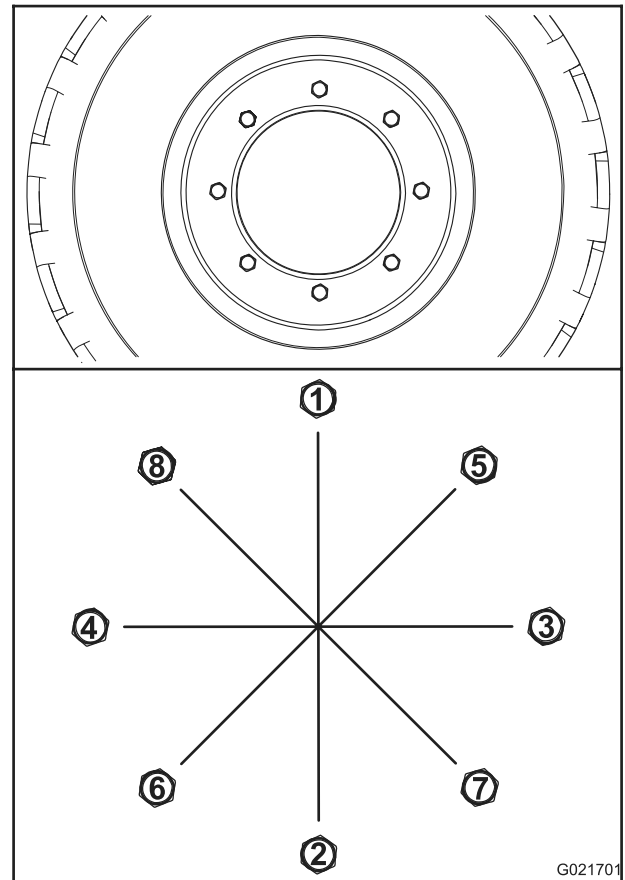

Figura 64
- A. Aperte todas as porcas com torque de 100 N m (75 pés-lb) na sequência mostrada na Figura 64.
- B. Aperte todas as porcas com torque de 200 N m (150 pés-lb) na sequência mostrada na Figura 64.
- C. Aperte todas as porcas com torque de 300 N m (225 pés-lb) na sequência mostrada na Figura 64.